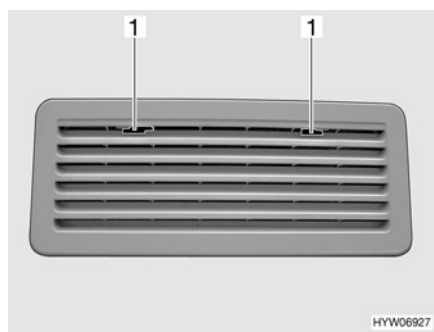
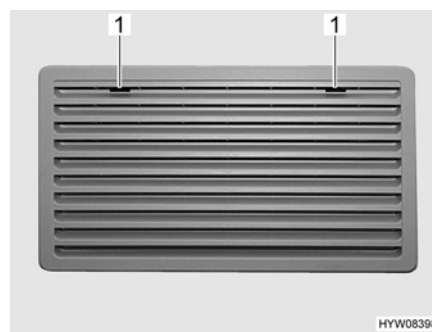

Bild 95 Kühlschrank-Lüftungsgitter (Thetford)
Bild 96 Kühlschrank-Lüftungsgitter, groß (Thetford)
- Arretierung (Bild 95,1 oder Bild 96,1) zur Mitte schieben.